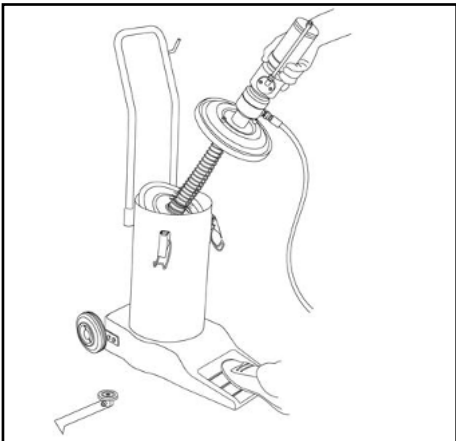

Fig. 3
- **Fig. 3:** Now keeping the group (cover-pump-follower plate) upright with respect to the reservoir carefully position the follower plate.
- **Fig. 3:** Tenendo ora il gruppo (coperchio – pompa – membrana) in posizione perpendicolare al serbatoio, posizionare e pressare con cura la membrana. Spingere quindi sul manico in modo che il pescante della pompa scenda attraverso il grasso fino a fine corsa. Chiudere il coperchio.